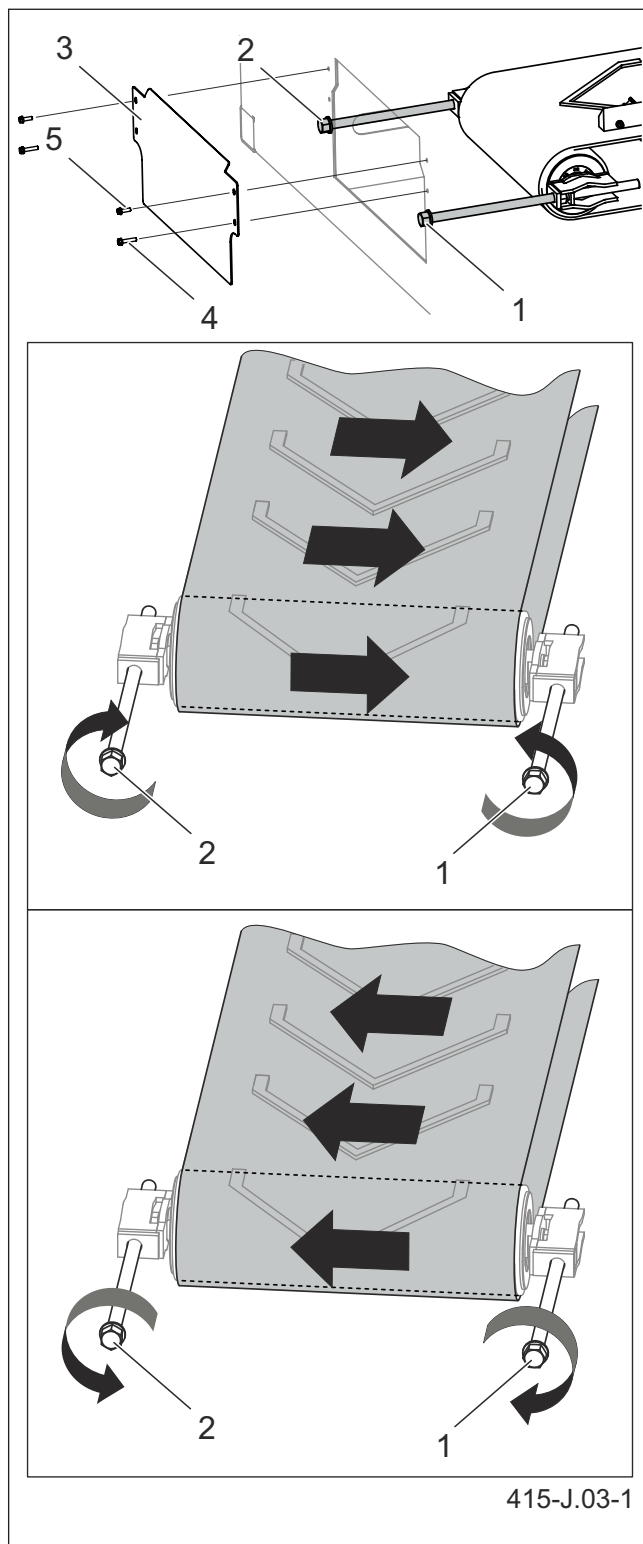

Рисунок 6.3 Регулировка натяжного ролика (1)(2) регулировочные болты (3) крышка (4) - болт М6х30 (5) - болт М6х20
Натяжение ленты можно осуществлять при выключенном приводе транспортера. Для натяжения ленты предназначены болты (1) и (2), размещенные на передней стенке бункера (рисунок 6.3). Необходимо вращать оба болта (1) и (2) в направлении по часовой стрелке. Чтобы избежать смещения ленты к одному из краев ролика, поверните оба болта на одинаковое количество оборотов.
Прежде чем приступить к регулировке (рисунок 6.3), необходимо отвинтить болты (4) и (5) и снять крышку (3).